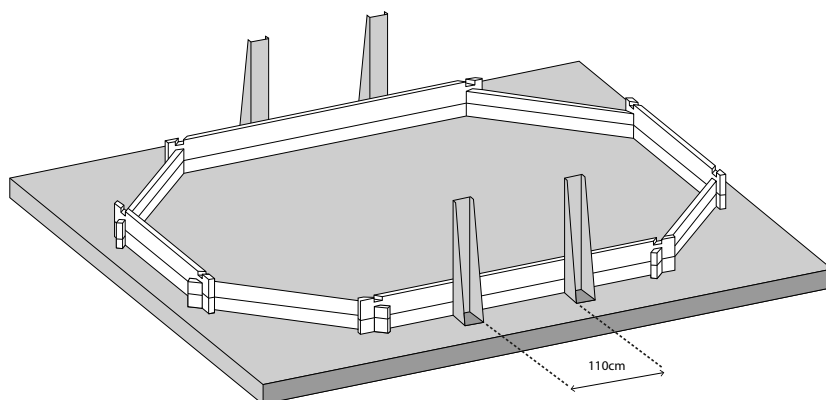

Fig. 3 / Abb. 3 / Afb. 3
- EN** **LAYOUT OF THE COLUMNS:** •Position the columns as shown by figure (figure 3). Tighten the columns well around the entire layer of boards. •Vertically drill the layer using a drill with a  $\varnothing$  10mm bit for concrete, and using the column as a guide. The depth of the hole should be at least 100mm to guarantee good fixing. •Place the fixing bolts (with washers and nuts) into the holes and fix them with the help of a hammer. **COMPLETELY hammer in the fixing bolts (only the head should be visible).** •Tighten crosswise the 4 nuts.
- FR** **POSITIONNEMENT DES SABOTS :** •Placez les sabots comme indiqué sur la figure (figure 3). Plaquez bien les sabots le long des rangées de madriers. • Percez bien verticalement la chape à l'aide d'un perforateur équipé d'un foret béton  $\varnothing$  10 mm, en utilisant le sabot comme gabarit. La profondeur du perçage doit être au minimum de 100 mm pour garantir une bonne fixation. •Placez les gougeons d'ancrage (avec rondelles et écrous) dans les trous et frappez-les à l'aide d'un marteau. Enfoncez **ENTIEREMENT** les gougeons d'ancrage (seule la tête doit rester visible). •Serrez fermement en croix les 4 écrous.
- DE** **ANORDNUNG DER ANSCHLAGWINKEL:** •Platzieren Sie die Anschlagwinkel, wie Abb (Abb. 3). Furnieren Sie die Anschlagwinkel gut entlang der Bretterreihen. • Durchbohren Sie die Schicht vertikal mit Hilfe einer Bohrmaschine und einem Betonbohrer mit 10 mm  $\varnothing$ , wobei der Anschlagwinkel als Muster dient. Die Tiefe der Bohrung muss mindestens 100 mm betragen, um eine gute Befestigung zu garantieren. • Platzieren Sie die Befestigungsstifte (mit Unterlegscheiben und Schrauben) in den Öffnungen und schlagen Sie mit einem Hammer darauf. **Hämmern Sie die Befestigungsstifte GANZ ein (nur der Kopf darf noch sichtbar sein).** • Ziehen Sie die 4 Schrauben kreuzweise fest.
**NL** **PLAATSING VAN DE METALEN STEUNBALKEN:** •Plaats de metalen steunbalken zoals te zien is op afbeelding (afbeelding 3). Schroef de metalen steunbalken stevig vast tegen de plankenrijen. •Boor perfect vertikaal gaten in de betonplaat met behulp van een boormachine voorzien van een boor voor beton van  $\varnothing 10\text{ mm}$ , gebruik de metalen steunbalk als patroon. De diepte van het boorgat moet tenminste 100 mm bedragen om een goede fixatie te garanderen. • Plaats de ankerbouten (met ringen en moeren) in de gaten en sla ze vast met behulp van een hamer. De ankerbouten **VOLLEDIG vastdraaien**(alleen de kop mag te zien zijn). • Draai de 4 moeren kruiselings stevig vast.